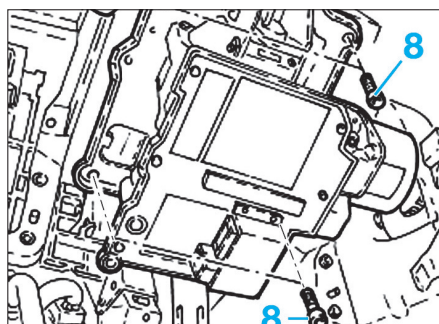

Fig. 10
- les vis de fixation (8) de la colonne de direction (Fig.10),